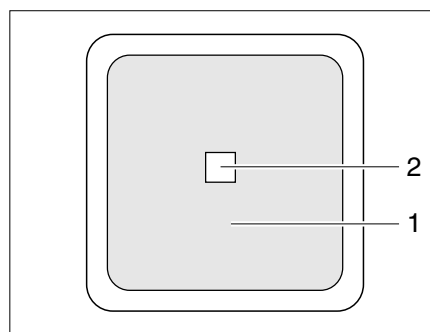

Fig. 251 Interruttore esterno
- Il "Remo." = l'apparecchio può essere attivato e disattivato con l'interruttore esterno (Fig. 251,1).
L'interruttore esterno dell'invertitore (Fig. 251) si trova nell'abitacolo del veicolo o nel garage. L'interruttore reca la scritta "Invertitore". Il LED (Fig. 251,2) segnala lo stato di funzionamento dell'invertitore.